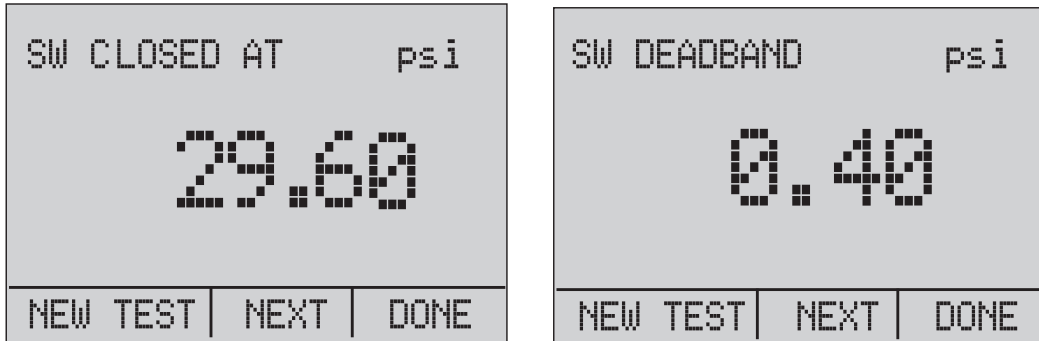

Figura 24. Resultados de banda muerta y prueba de conmutadores
9. Seleccione la opción "NEXT" (Siguiete) para mostrar la banda muerta y la presión a la que se ha cerrado el conmutador. Consulte la figura 24.